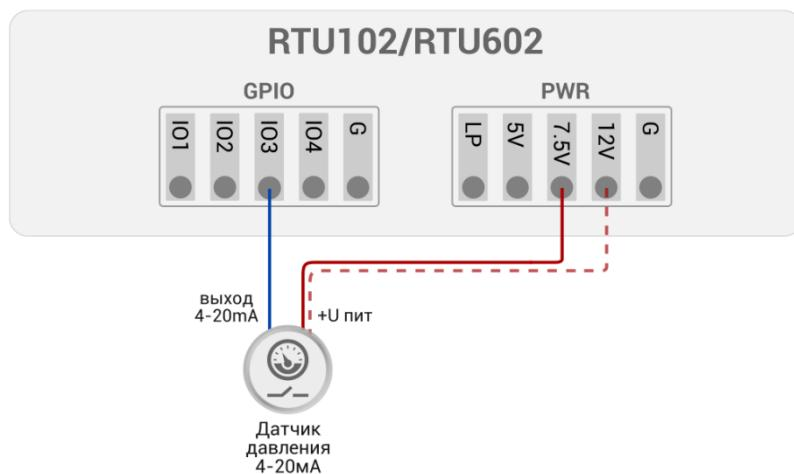

Рис. 11. Подключение токового датчика к УСПД (с питанием от УСПД).
- Датчик запитывается от встроенного источника питания УСПД. Подключение в этом случае происходит по схеме на Рис. 11: выход 4-20mA датчика соединяется с любым из входов **IO1-IO4** УСПД, а вывод **+Uпит** подключается к одному из выходов питания УСПД – **7.5V** или **12V**.